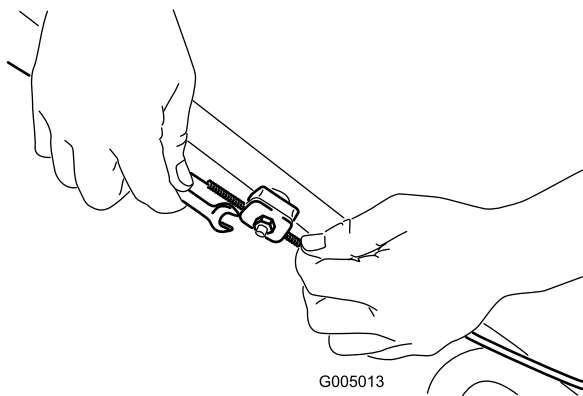

Рисунок 29
1. Ослабьте гайку держателя троса (Рисунок 29).